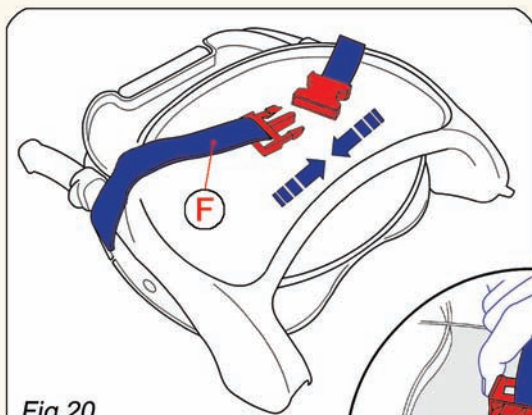

Fig.20
- Utilizzare la cintura di blocco seduta "F" agganciandola e bloccando così il prodotto chiuso (fig.20).